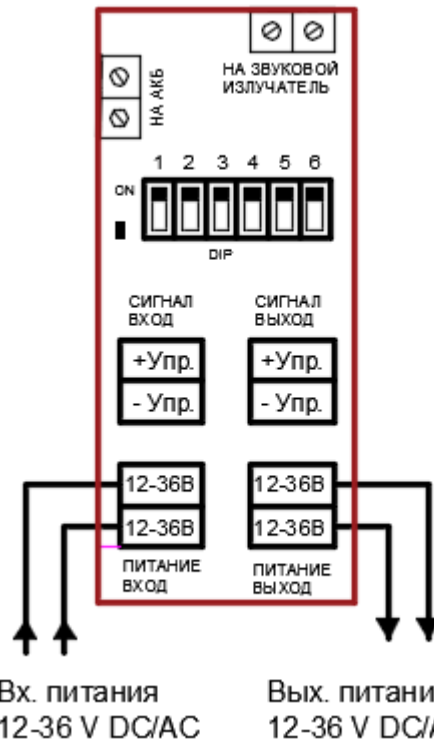

Рисунок 3 – Схема 2-х проводного подключения оповещателя пожарного взрывозащищенного ТСВ 12-36В
### 3.2 НАЗНАЧЕНИЕ ПЕРЕКЛЮЧАТЕЛЕЙ DIP («1-6»), рис. 3 – 8:
- произвести подключение проводов в соответствии со схемами подключений рис. 3 – 6 настоящего РЭ. В оповещателе использованы нажимные клеммы для проводов, сечением до 2,5 мм2. Для подключения оповещателя использовать кабели с медными жилами, сечением не менее 0,75 мм2.
3. Проверить правильность подключения оповещателя в соответствии со схемами подключения на рис. 3 – 8 настоящего РЭ.